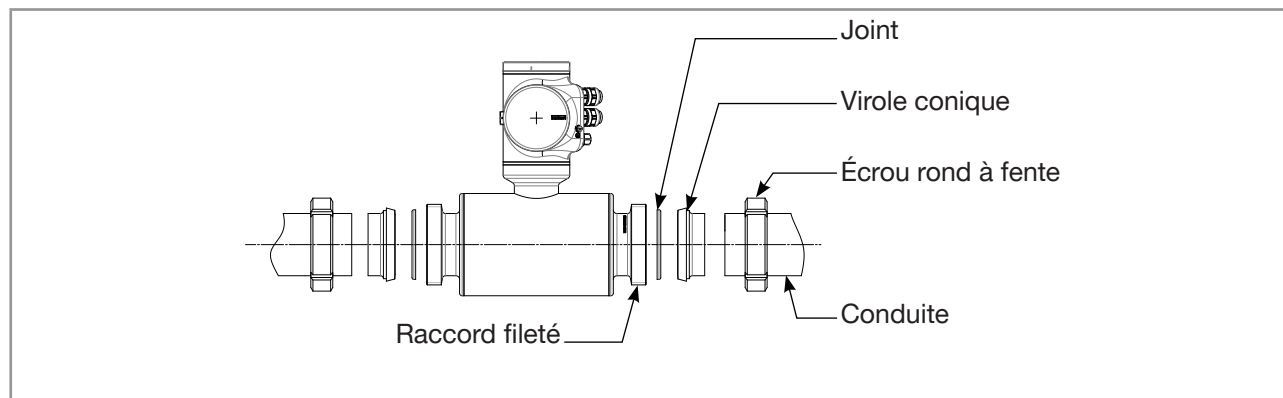

Fig. 19 : Ordre de montage des accessoires
1. Mettre les écrou à fente sur la conduite. Respecter le sens de montage des écrous ronds à encoches afin qu'ils puissent être vissés sur les raccords filetés extérieurs de l'appareil. Se référer à la Fig. 19.